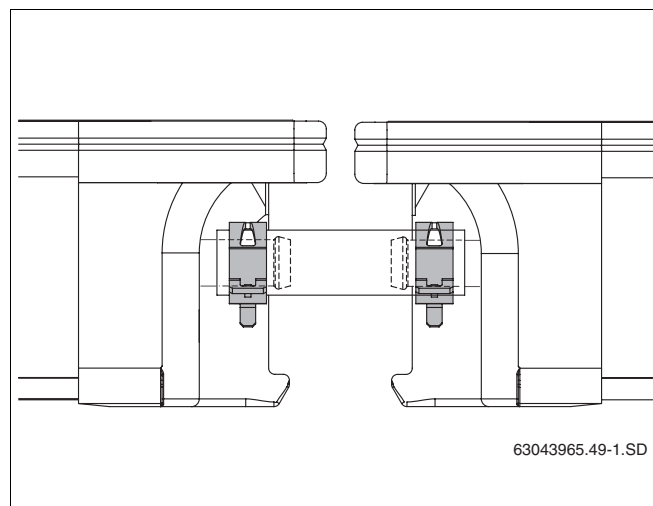

Fig. 47 Tube solaire avec bride du compensateur fixé
- Fixez chaque tube solaire sur le raccord de capteur à l'aide d'une bride (fig. 47).